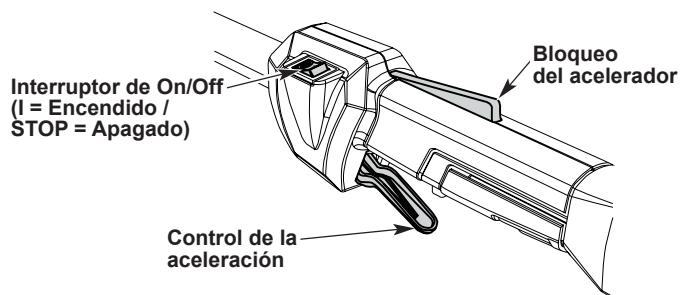

Fig. 7
NOTA: No hay necesidad de encender la unidad. El interruptor de On/Off está en la posición de On o encendido (I) en todo momento (Fig. 7).
7. Para aumentar la velocidad de corte del cortador, presione y sostenga el bloqueo del acelerador con una mano y luego apriete el control de la aceleración con la otra. Mientras más aprieta el control de la aceleración, más aumentará la velocidad de corte (Fig. 7).
2. Presione y sostenga el interruptor On/Off en la posición de Off o apagado (O) hasta que el motor llegue hasta una detención total (Fig. 7). Asegúrese que el aditamento de corte se haya detenido antes de poner a descansar la unidad.